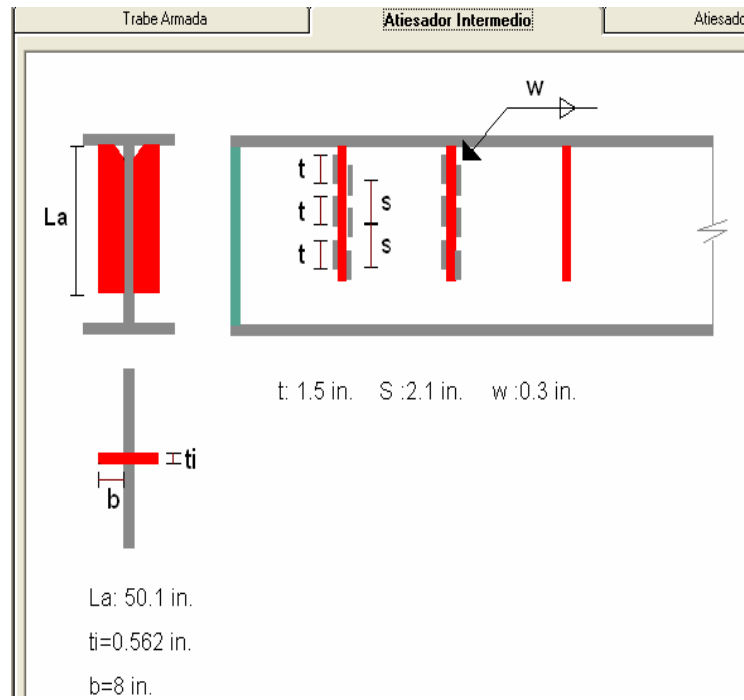

Figura 6.16 Dimensiones de Atiesadores Intermedios.
3. La carpeta “Atiesadores Intermedios”, se ilustra en la Figura 6.16.